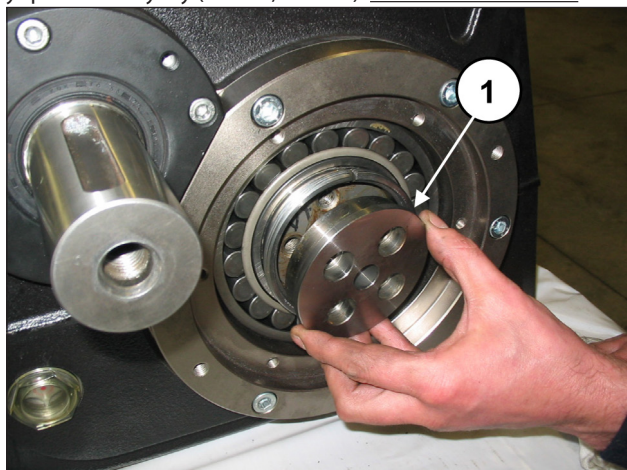

Рис. 78
Вставьте фиксирующие фланцы втулки в конусные втулки (поз. ①, Рис. 78).